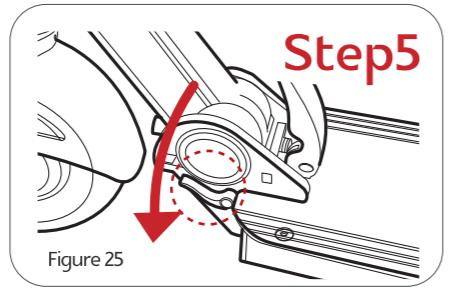

Figure 25
- 〈Figure25〉 원 손으로 클램프를 접은 다음 오른손으로 스티어링 투브를 잡고 압력을 가해주세요.